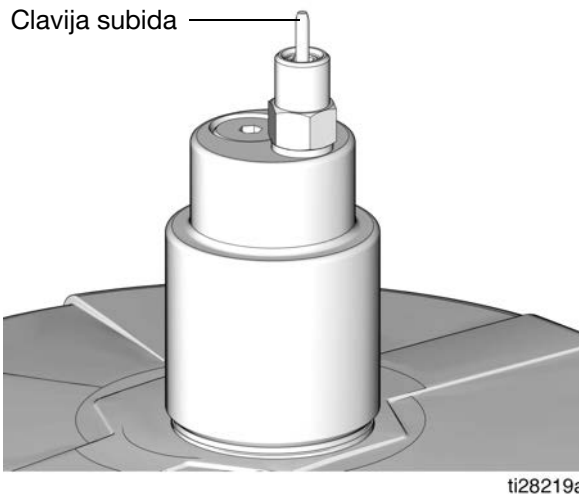

FIG. 18
3. Retire la cubierta antipolvo amarilla del acoplador de llenado (M).
4. Conecte la manguera de suministro (J) entre la bomba de la estación de llenado remoto (F) y el puerto del acoplador de llenado (marcado con una «I»).
5. Ponga en marcha la bomba de la estación de llenado remoto (F).
6. Cuando se llene el depósito G5 (D):
- la bomba de la estación de llenado remoto (F) se para en presión (sin flujo),
- la válvula de desconexión de llenado automático salta (FIG. 18),
- el manómetro (R) aumenta hasta la presión establecida en la bomba de llenado.
2. Desconecte la manguera de suministro (J) de la desconexión rápida (V).
3. Encienda la bomba de la estación de llenado remoto (F) y llene el depósito (D) de la G5 hasta que suba la clavija indicadora de la válvula de desconexión de llenado automático (B) (consulte la FIG. 18). La presión de la bomba de llenado (F) aumenta y la bomba se para en presión.
4. Corte el suministro de aire (H) hacia la bomba de llenado (F).
6. Desconecte la manguera de suministro (J) de la desconexión rápida (V).